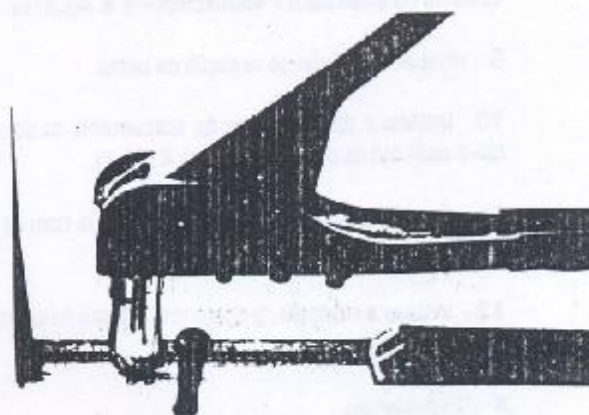

Figura 8.37.9 - Rebitagem do quadro inferior
5. Rebitar o quadro inferior, na porta, utilizando-se de rebiteador e 4 rebites tipo "Pop" (Figura 8.37.9).